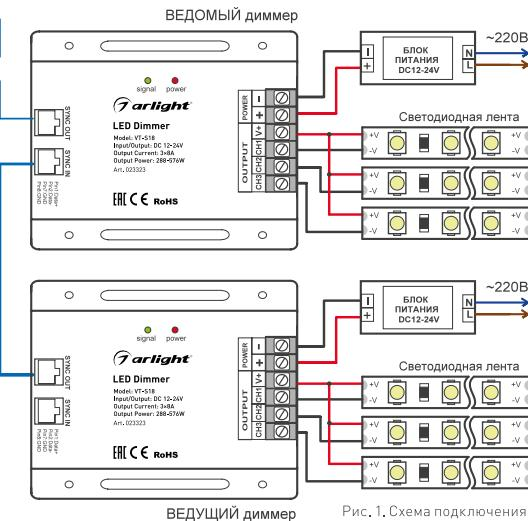

Рис. 1. Схема подключения.
- 3.4. Подключите светоизделие лентой или другой светоизделием источнику света к выходам OUTPUT диммера, соблюдая полярность, как показано на Рис. 1. Все три выхода диммера управляются синхронно.